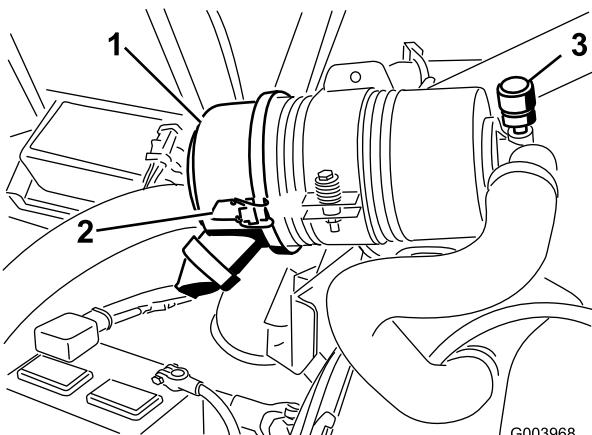

Figure 52
Faites l'entretien du filtre à air uniquement quand l'indicateur de colmatage (Figure 52) indique que cela est nécessaire. Changer le filtre à air prématûrement ne fait qu'accroître le risque de contamination du moteur par des impuretés quand le filtre est déposé.
1. Desserrez les attaches qui fixent le couvercle sur le boîtier du filtre à air (Figure 52).